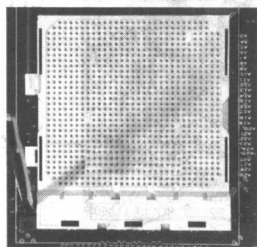

图 1-4 Socket 940 插座
(3) Socket 940 插座: 它是最早发布的 AMD 64 位接口标准。它采用的是针脚式接口方式, 针脚数为 940 针, 目前采用此接口的有服务器/工作站所使用的 Opteron 以及最初的 Athlon 64 FX。目前 Athlon 64 FX 已经改用 Socket 939 接口, 所以目前 Socket 940 是 AMD 公司服务器/工作站 CPU 的专用接口。支持 Socket 940 插座的主板必须采用 6 到 9 层 PCB, 必须采用带 ECC 校验的 DDR 内存。如图 1-4 所示就是 Socket 940 结构的 CPU 插座。